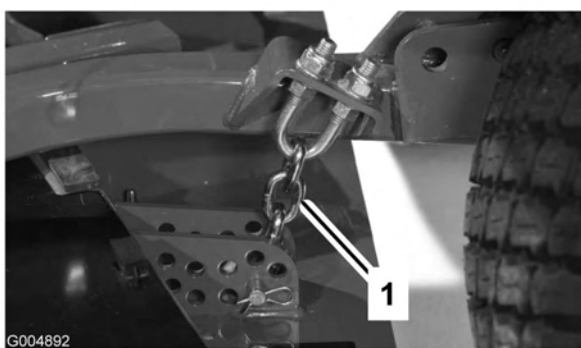

Figura 81
3. Togliete la coppiglia e il perno con testa che fissano le catene dell'altezza di taglio sul retro dell'apparato di taglio (Figura 81).